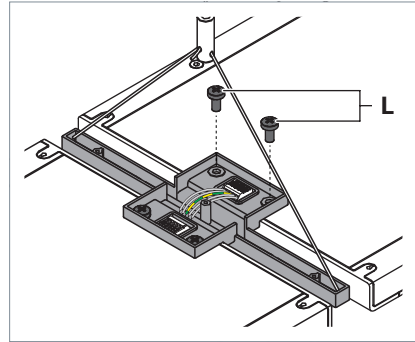

Fig. 15: Leuchten verbinden.
- ▶ Verbinden Sie das Verbindungselement der bereits montierten Leuchte und die zu verkettende Leuchte mit den mitgelieferten Schrauben **L**, siehe Fig. 15.